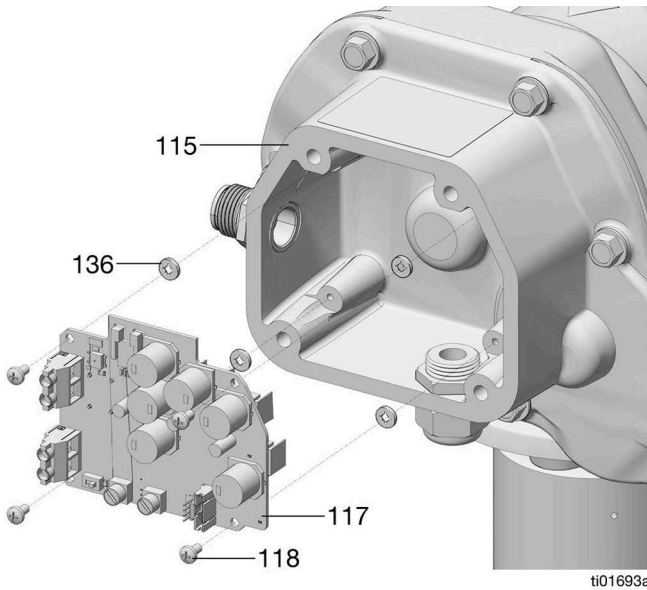

図 69
1. ネジ (118) とワッシャー (136) を使い、新しいモーター制御ボード (117) とハウジング (115) の間にワッシャーを入れて、ボードをハウジング内に取り付けます (図 69)。18~22 in-lb のトルクで締めま (2.0 - 2.5 N•m)。